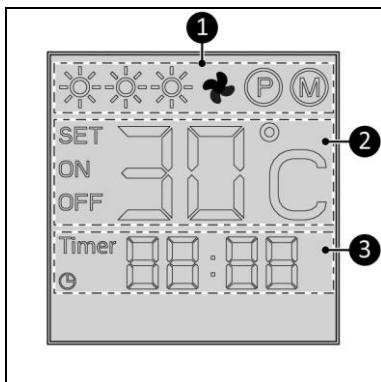

Figure 6
Indication d'état (figure 6, pos. 1) :
Indication de température (figure 6, pos. 2) :
Indication d'heure (figure 6, pos. 3) :